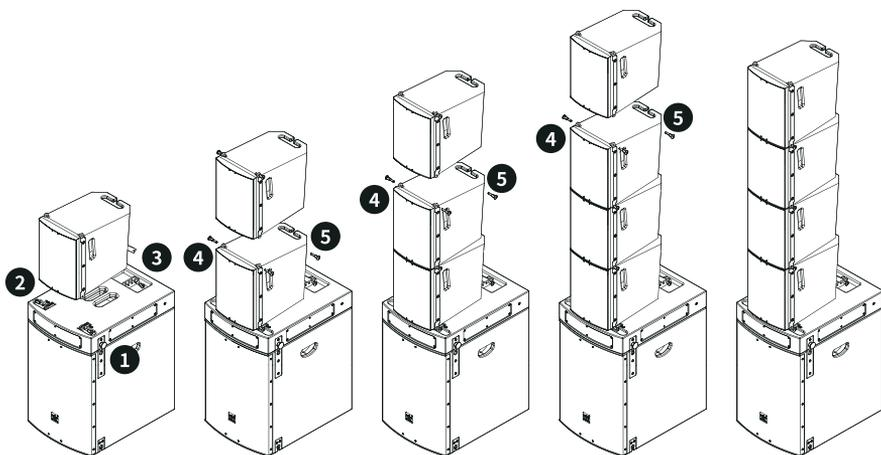

图 12. 使用 M-F3A SUB SFI 吊架安装堆叠阵列
2. 将第一个 M-FXA 音箱放在堆叠架上，将音箱下方的两个前部吊挂点与堆叠架固定，如图 12 所示。
7. 重复前面的三个步骤以安装更多的 M-FXA 音箱，如图 12 所示。该堆叠架上至多可堆叠 4 个音箱。